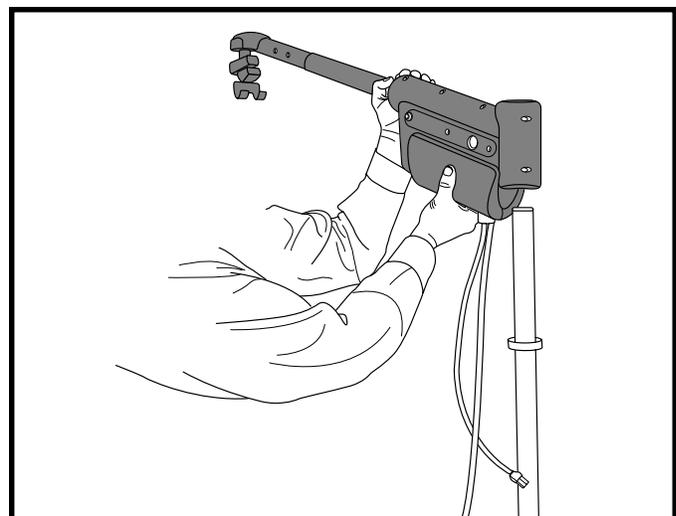
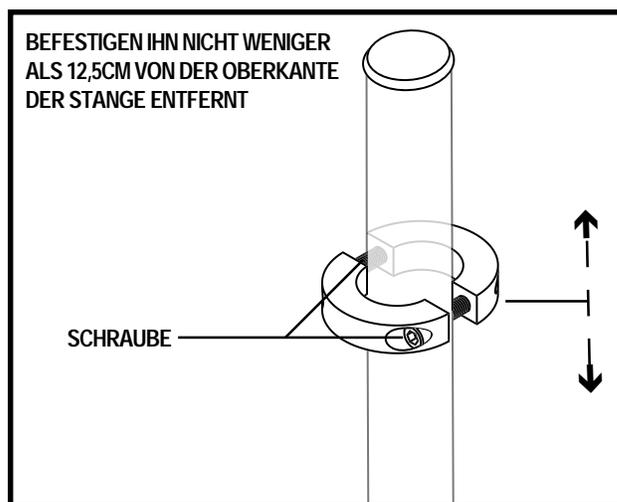
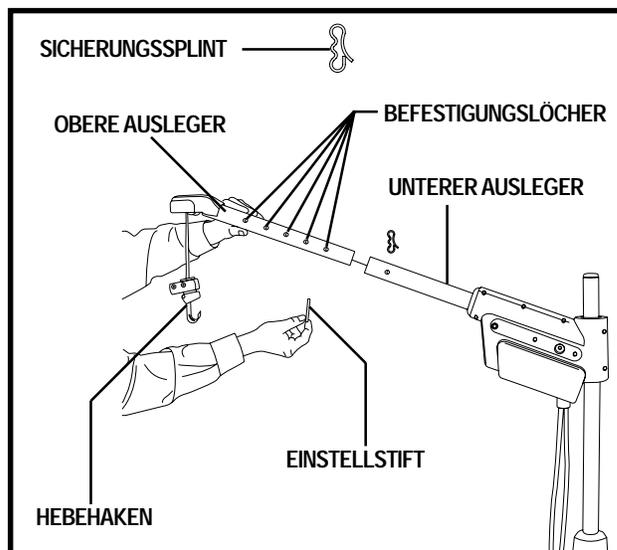

Abbildung 6. Installation des Motorgehäuses
Abbildung 7. Zweiteiler Feststellring
Abbildung 8. Einstellung des Auslegerarms
4. Schieben Sie das Motorgehäuse über die obere Stange, bis es auf dem Feststellring liegt. **Siehe Abb. 6.**
Es kann notwendig sein, dass Sie die Höhe des Motorgehäuses (**siehe Abb. 6 und Abb. 7**) oder die Länge des Auslegerarms (**siehe Abb. 8**) korrigieren müssen, damit der Auslegerarm beim Schwingen keinen Punkt innerhalb des Fahrzeugs berührt.
Der zweiteilige Feststellring ist für die Höheneinstellung des Motorgehäuses. **Siehe Abb. 7**. Die Platzierung des Feststellrings bestimmt die Einstellhöhe des Motorgehäuses.
1. Lösen Sie die beiden Schrauben am Feststellring. **Siehe Abb. 7**.
Bevor Sie den Auslegerarm einstellen, senken Sie den Hebehaken 30cm ab. Das lässt genug Spiel im Gurt, um den einstellbaren Teil des Auslegerarms (oberer Ausleger) bis zur letzten Einstellbohrung aus dem unteren Teil herauszuziehen. **Siehe Abb. 8**.